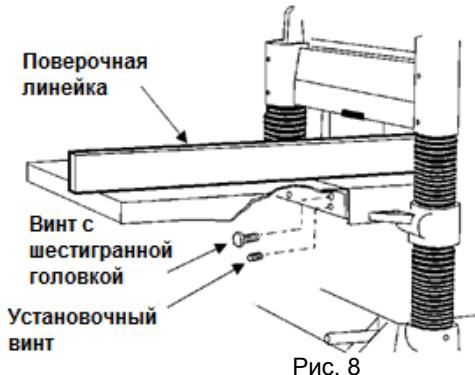

Рис. 8
1. Установите чугунное удлинение стола на краю основного стола с помощью винтов с шестигранной головкой M8 x 25 (см. Рис. 8), используя 12 мм гаечный ключ. Не затягивайте винты полностью.